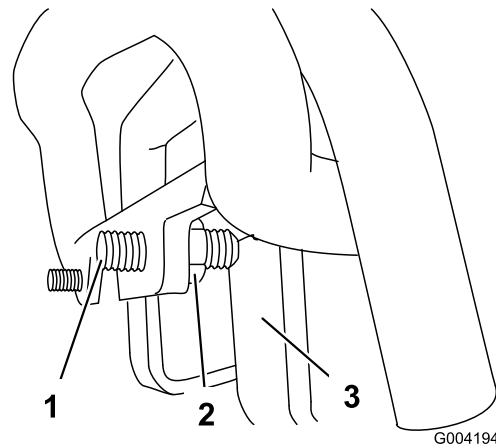

Figura 55
3. Se a máquina se desviar para a **esquerda**, solte a porca de aperto da **direita** e regule o parafuso de regulagem do alinhamento na parte frontal do controle de tração (Figura 55).
4. Se a máquina se desviar para a **direita**, solte a porca de aperto da **esquerda** e regule o parafuso de regulagem do alinhamento na parte frontal do controle de tração (Figura 55).